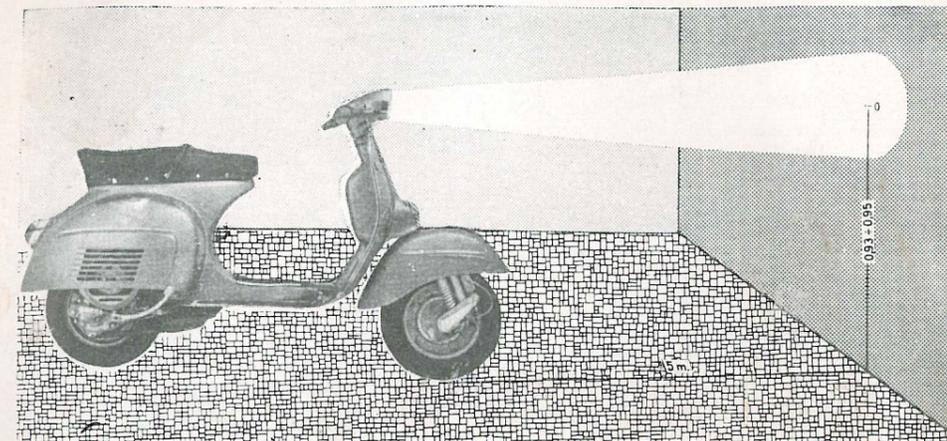

Fig. 14.—Regulación faro.
- Colocar la Vespa en llano, frente a una pared, y marcar un punto "O", según las cotas indicadas en la fig. 14.